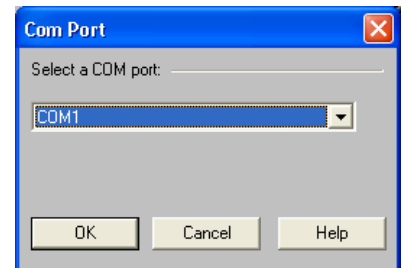

ABBILDUNG 4-7: Dialogfeld "COM Port" (COM-Anschluss)
2. Das Dialogfeld "COM Port" wird geöffnet (siehe Abb. 4-7).